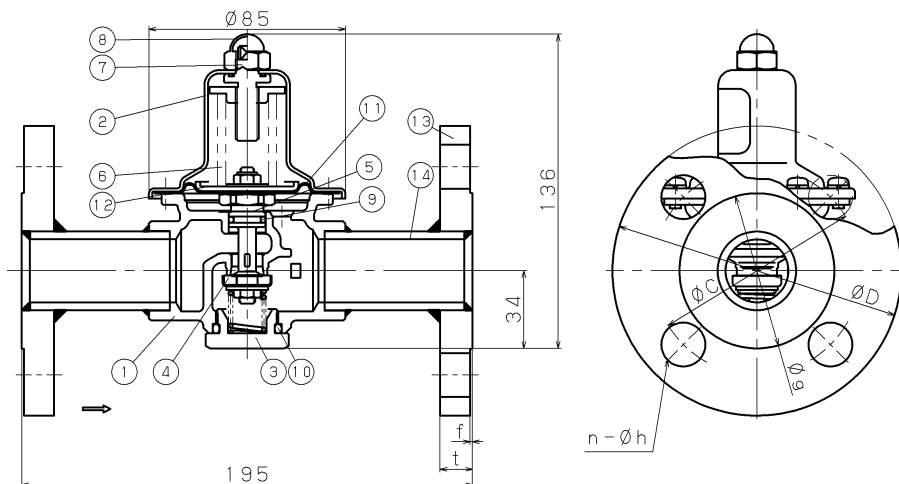
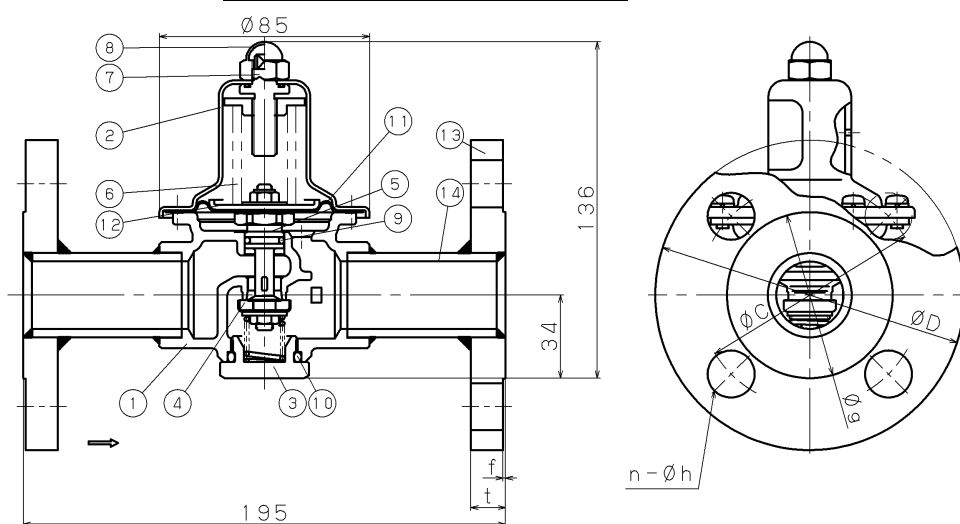

図 5.GD-43-20 型、GD-43N-20 型
図 6.GD-43G-20 型
2.3 GD-43-20 型, GD-43G-20 型(図 5, 図 6, 表 5, 及び表 6.参照)